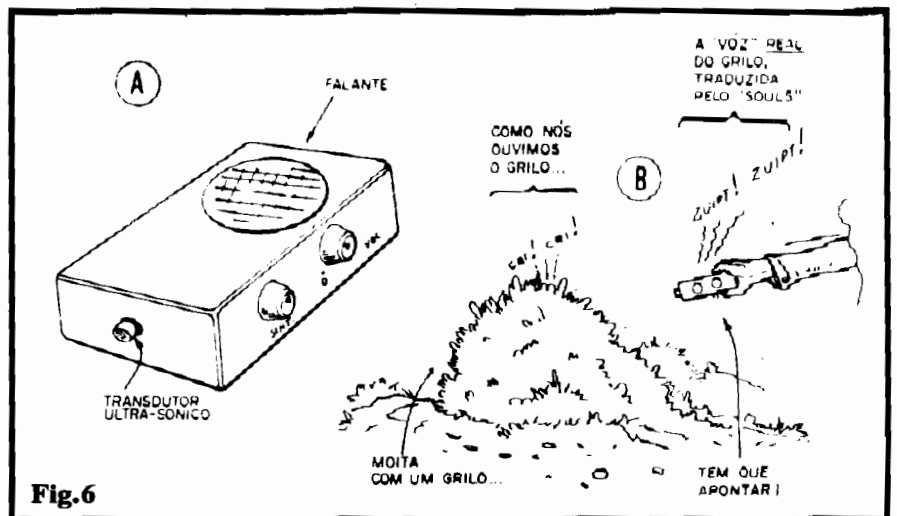
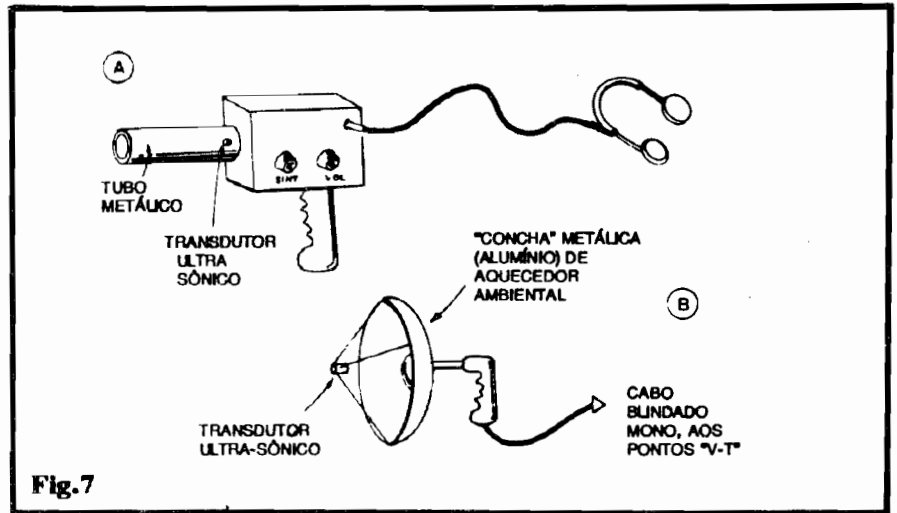

Fig.6
Fig.7
- - Tubos "concentradores", parábolas, cornetas exponenciais, manoplas, etc., destinados a dar mais direcionalidade e sensibilidade (além de facilidades no manuseio) ao SOULS, em aplicações mais avançadas (ver fig. 7 e TEXTO respectivo...)
- FIG. 6-A - A CAIXA... - A idéia geral de "encaixamento" e acabamento para o SOULS é dada na figura... Num *container* retangular e não muito "alto", uma das faces principais pode ser ocupada unicamente pelo alto-falante (este deve ser pequeno, porém, de preferência não do tipo "micro", já que o rendimento sonoro é também dependente de um certo diâmetro mínimo...). O transdutor ultra-sônico deve projetar-se do centro de uma das faces menores da caixa, de modo que seja fácil ao operador "apontar" o dito sensor na direção que pretende "escutar" (detalhes mais adiante). Finalmente, numa das laterais maiores, podem ficar os dois potenciômetros (VOLUME e SINTONIA), lembrando que o "liga-desliga" da alimentação está incorporado ao controle de VOLUME... Quem quiser incorporar um jaque para fone de ouvido, poderá instalá-lo na face menor oposta à ocupada pela cápsula ultra-sônica...
- FIG. 6-B - ESCUTANDO O... "INESCUTÁVEL"... - São muitas (surpreendentemente muitas...) as manifestações sonoras em ultra-sons, presentes - por exemplo
**- FIG. 7 - APERFEIÇOANDO A CAPTAÇÃO DO SOULS -** Ultra-sons, diferentemente dos sons em Frequência mais baixas (audíveis...) são nitidamente **direcionais**, ou seja: sua energia é mais ou menos concentrada, num feixe cônico a partir da fonte... É por isso que torna-se necessário **apontar** o transdutor (mesmo porque **este também** tem seu espectro de sensibilidade num diagrama bastante direcional...). Podemos nos aproveitar dessa característica dos ultra-sons (e do transdutor...) para otimizar o funcionamento do SOULS, dotando-o de tubos, campânulas, parábolas, cornetas, etc., sempre dispostos no sentido de concentrar a captação sobre a cápsula piezo... Algumas das idéias básicas, que podem ser desenvolvidas e pesquisadas pelos Leitores/Hobbystas, estão nos itens A e B da figura... No primeiro exemplo, um tubo metálico, de diâmetro não muito pequeno, acomoda o transdutor no seu fundo (ao centro do dito fundo...), de modo que, apontando-se a "boca" do tubo para a área a ser "escutada", os eventuais ultra-sons encontrem um natural caminho de concentração... O tubo pode ser fixado à própria caixa do circuito (conforme fig. 6-A) e, se esta for dotada de uma manopla na sua face inferior, o manuseio ficará bastante confortável... Na segunda possibilidade, uma "concha" metálica, do tipo normalmente utilizada nos aquecedores ambientais baratos, é usada como "lente acústica", refletindo e concentrando os ultra-sons provenientes de uma grande área frontal, sobre o transdutor fixado no seu "ponto focal"... Notar que a face sensível da cápsula piezo deve, nesse caso, ficar voltada "para dentro", apontada para o "fundo da concha"... Tal conjunto poderá ser dotado de uma manopla (na "tra-